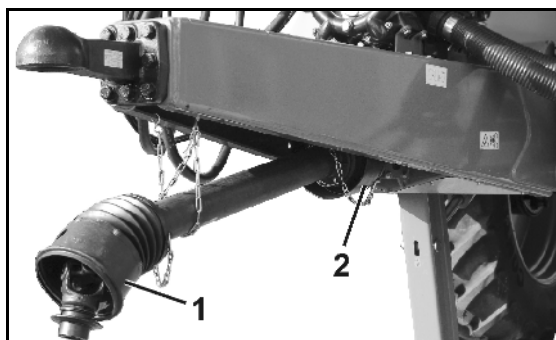

Fig. 13
- Fig. 13/...
- (1) Apărătorile arborelui cardanic cu lanțuri de susținere
- (2) Pâlnie de protecție pe partea utilajului